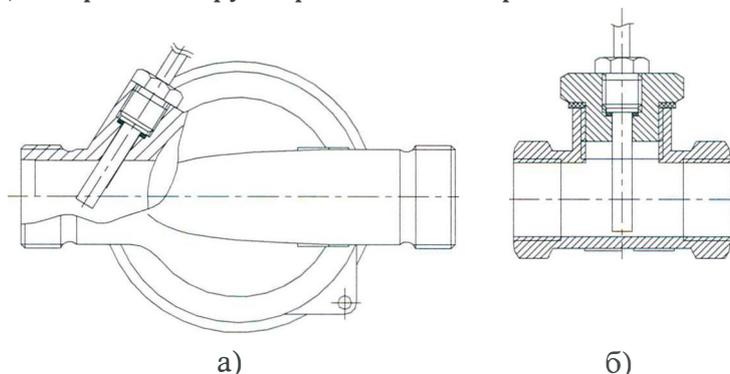

Рисунок 1. Пример монтажа термометров сопротивления
7.3 Теплосчетчик устанавливается как на прямом так и на обратном трубопроводе системы отопления. В зависимости от типа трубопровода (прямой или обратный), при установке теплосчетчика, термометр сопротивления устанавливают согласно цвета, нанесенной на него маркировки. Для прямого трубопровода – в гнездо гидравлической части теплосчетчика устанавливается термометр сопротивления маркированный красной трубкой, рис.1а, а термометр сопротивления, маркированный синей трубкой, устанавливается на обратной трубе системы отопления, при помощи арматуры входящей в комплект теплосчетчика, рис.1б. Для обратного трубопровода – наоборот.